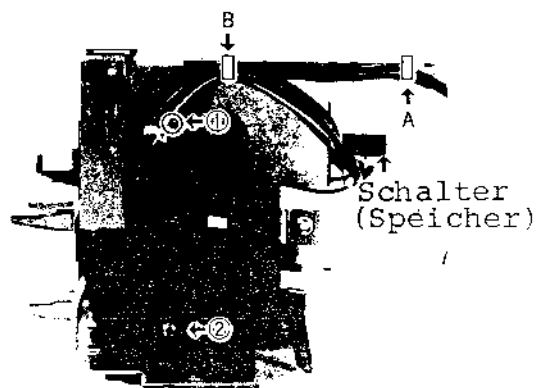

Abb. 7
a) Entfernen Sie die Bündel A und B, welche in der Abb. 7 auf der rechten Seite gezeigt sind.
b) Lösen Sie dann die Schrauben ①,②. (M3 x 0,5 x 4).
c) Entfernen Sie das mit dem Schalter (Speicher) kombinierte Verbindungsstück, welches in der Abb. 7 rechts oben zu sehen ist. Lösen Sie dann die zwei Stellschrauben (M3 x 0,5 x 4) vom Schalter (Speicher), und nehmen Sie die rechte Seitenplatte ab.